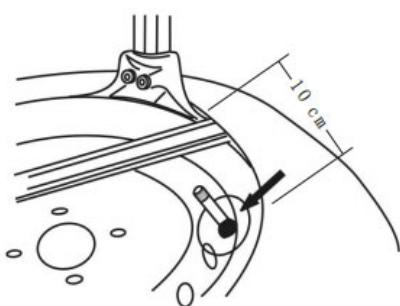

Abb.24
*Bei einem Schlauchreifen, um Beschädigungen des Schlauchs zu vermeiden, halten Sie die Position des Luftventils, des Montagekopfs und des Hebels wie in Abb.24 dargestellt.*